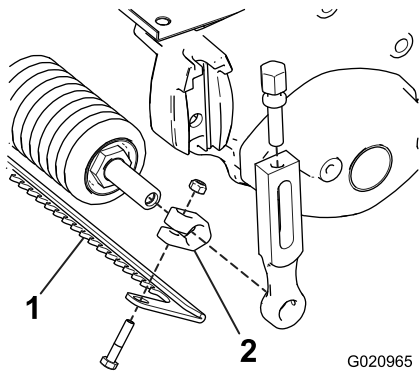

Figura 2
- Inserite l'apposito serratubo su ogni estremità dell'albero del rullo (Figura 2).
- Posizionate il raschiatore tra il rullo anteriore e l'apparato di taglio come mostrato in Figura 2.
- Installate il raschiatore su ogni serratubo, senza serrare, con bullone e dado (Figura 2). Non serrate.